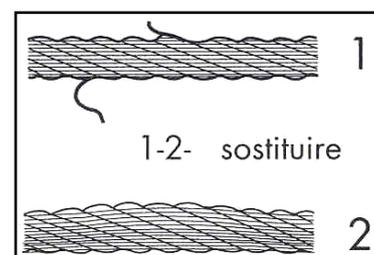

Figura 25 – Cavo da sostituire.
- Controllo integrità del cavo:** condurre un'ispezione visiva del cavo d'acciaio volta a stabilire l'assenza di sfilacciamenti, schiacciamenti, rigonfiamenti, piegamenti ecc. (Figura 25).